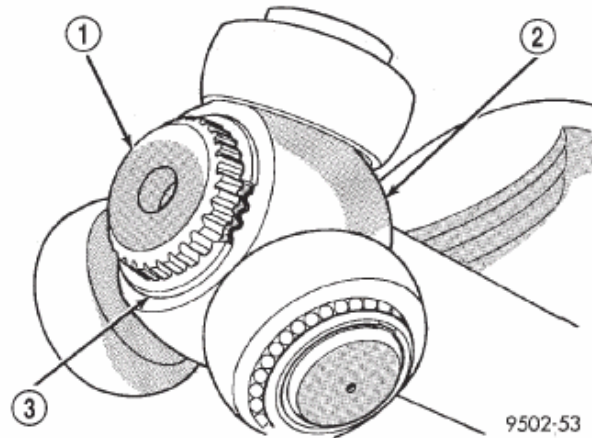

Fig. 32 Anillo de muelle de retención de conjunto de cruceta instalado
(3) Instale el anillo de muelle de retención del conjunto de cruceta al eje de interconexión, en la acanaladura del extremo de este último (Fig. 32).